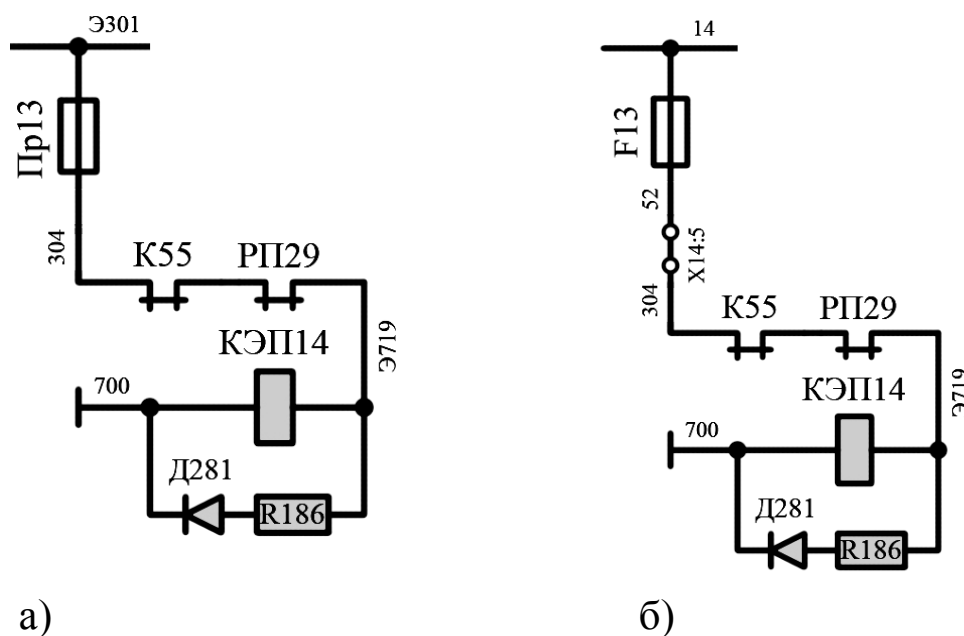

Рис. 166. Схема питания вентиля КЭП14 (сушилки) электровоза
1. При АПУ-006 (рис. 166, а):
2. При АПУ-009 (рис. 166, б):